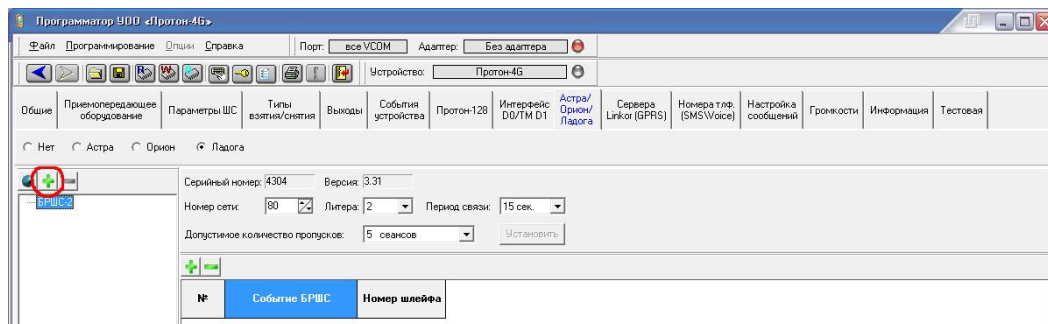

Рисунок 3.46
4) Перед регистрацией датчика необходимо изучить документацию по нему (необходимо знать класс датчика). Переведите датчик в режим регистрации (включением питания датчика или сбросом – см. РЭ на датчик). В списке БРШС щелкните по тому координатору, к которому необходимо привязать датчик. На форме активируется кнопка «+» (рис. 3.46).